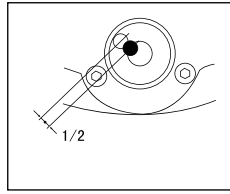

Рисунок 7
- Проверьте пузырьковый уровень (10). С помощью подъемных винтов (9) установите пузырьковый уровень (10) в центр. Поверните прибор на 180 градусов. Если пузырьковый уровень остается в центре, нивелир откалиброван.
- Если пузырьковый уровень не в центре, поворачивайте подъемные винты (9), чтобы переместить пузырьковый уровень. Пузырек должен располагаться как минимум на  $\frac{1}{2}$  между центром и внешним кольцом окружности (рис. 7).